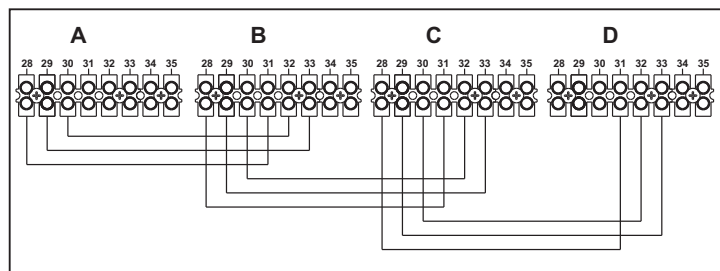

fig. 24 - Collegamento in cascata
- Collegare i moduli come mostrato in fig. 24 (esempio con 4 moduli)
Se questo non avviene, togliere alimentazione elettrica e controllare il cablaggio in fig. 24.